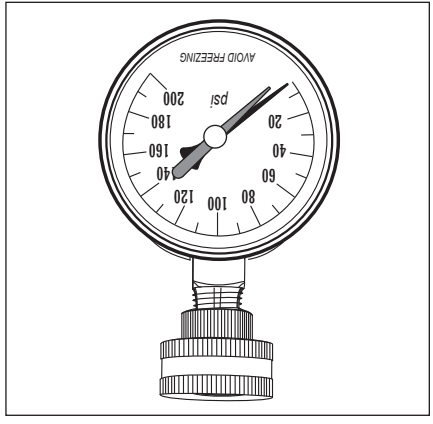

Figure 4 - Utiliser un manomètre à eau pour s'assurer que la pression d'eau du domicile n'est pas trop élevée.
Il est conseillé de vérifier la pression d'eau du domicile à l'aide d'un manomètre (Figure 4). La majorité des réglementations prévoit une pression d'arrivée d'eau maximale de 551 kPa (80 psi). Nous conseillons une pression de service ne dépassant pas 345 à 414 kPa (50 à 60 psi).
- Manomètre à eau (Figure 4 à la page 10)